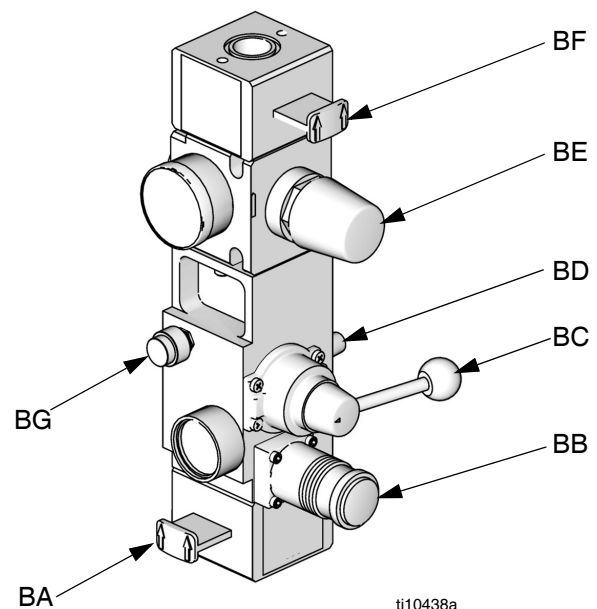

ABB. 4. Integrierte Luftregler
J	Integrierte Luftregler (siehe ABB. 4)
- Integrierte Luftregler (J). Siehe **ABB. 4**.
- Magnetventil des Luftmotors (AD). Das Magnetventil ist aktiv, wenn ausgewähltes System eingeschaltet ist und sich im Betriebsmodus, Umlaufmodus oder Ansaugmodus befindet. Das Magnetventil ist nicht aktiv, wenn System ausgeschaltet ist oder sich im Druckabbaumodus befindet, oder wenn sich Ram in einem inaktiven Bereitschaftsmodus befindet. Die LED am Magnetventil leuchtet, wenn Magnetventil eingeschaltet ist.